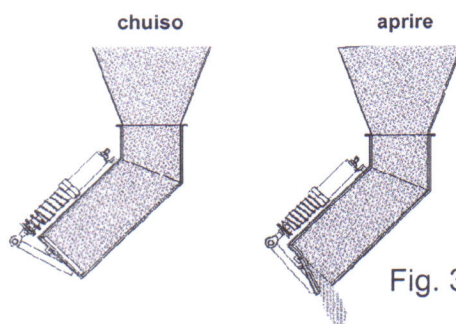

Fig. 3
- tubo flessibile inclinato la cui sezione terminale viene chiusa da una serranda flessibile. Questa serranda può esser aperta e chiusa meccanicamente (Fig. 3). La colonna di materiale nel tubo viene fluidificata da vibrazioni controllate, che vengono indotte alla serranda ed al tubo stesso. In questo modo anche materiale molto difficili da movimentare possono venire dosati con grande precisione.